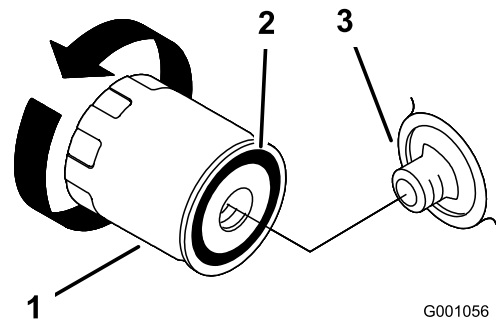

図 23
- フィルタのガスケットにきれいなオイルを薄く塗る 図 23。
- アダプタにフィルタを取り付け、ガスケットがアダプタに当たるまでフィルタを右に回し、そこから更に 2/3-1 回転増し締めする 図 23。
- オイルフィルタを外し、フィルタのアダプタガスケットの表面をきれいに拭く 図 23。